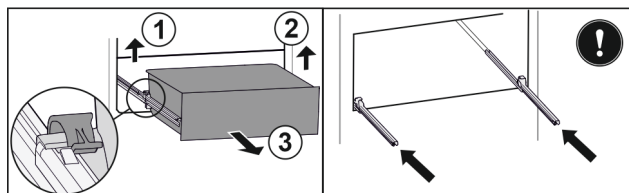

Fig. 121
- Sollevare il morsetto sinistro e allo stesso tempo tirare in avanti il cassetto sinistro. *Fig. 121 (1)*
- Sollevare il morsetto destro e allo stesso tempo tirare in avanti il cassetto destro. *Fig. 121 (2)*
- Rimuovere il cassetto tirandolo in avanti. *Fig. 121 (3)*